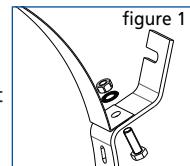

figure 1
- Assembler les ceintures et les étriers à l'aide de la visserie jointe dans l'emballage sans les serrer (figs. 1 et 2).